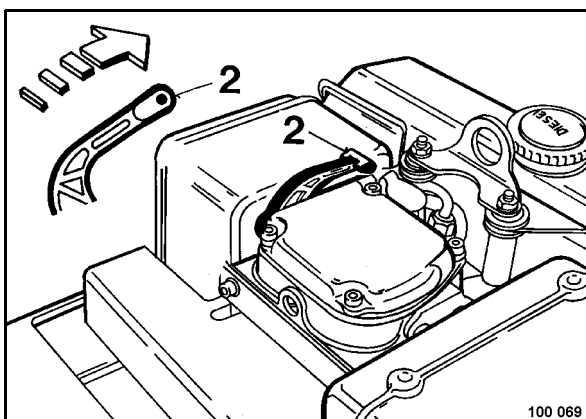

Рис. 29
- Установить декомпрессионный рычаг (2) (Рис. 29) посередине.